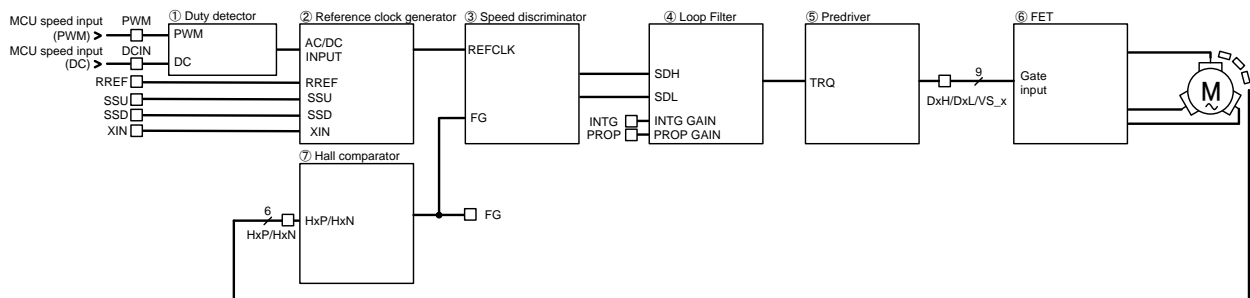

Figure 18. 速度制御構成図
(10) 速度制御について
モータの回転数は、PWM 端子または DCIN 端子から入力される回転数指令に応じて一定回転となるよう、フィードバック制御されます (Figure 18)。フィードバックによる目標回転数 (REFCLK) は、「RREF によって最大回転数が決定」し、「PWM Duty または V_{REG} に対する DCIN 入力電圧によって最大回転数に対する回転数指令値の割合」を決めることで設定されます (Figure 18 ①②)。
REFCLK とホールコンパレータで生成された FG が周波数比較され、その差分をループフィルタに通すことでモータへのトルク (TRQ) が決まります。 (Figure 18 ③④⑦)